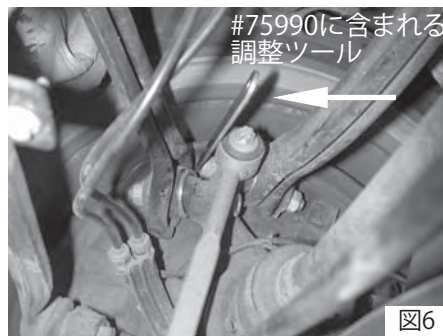

図6
13. 後側のブッシングボルトには#7559905 か同等のツールを使い、前側のナットには10mmソケットを使って、ふたつのブッシングボルトを同じ量、同じ方向に希望するキャンバール値まで回して調整します。(図6)手順4 で測定したホイールセットバックが変化しないようにしてください。